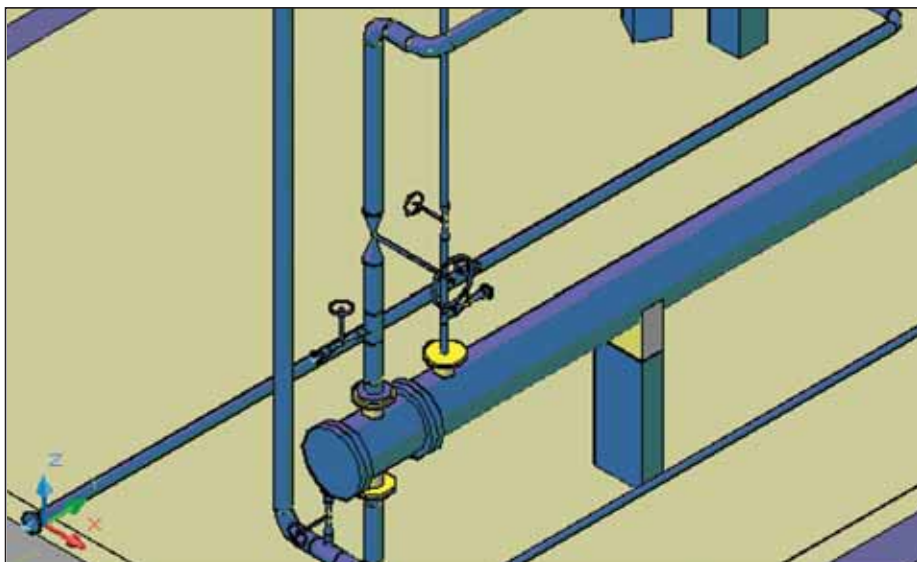

Рис. 4. Работа с эскизами дает возможность оперативно изменять спецификацию трехмерной модели в соответствии с требованиями заказчика
■ помимо визуальной проверки коллизий проектировщику доступны и специальные инструменты проверки "схлестывания" трубопроводов или нарушения допустимых расстояний (рис. 4).